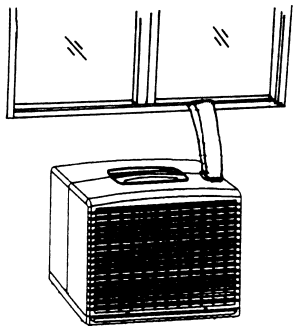
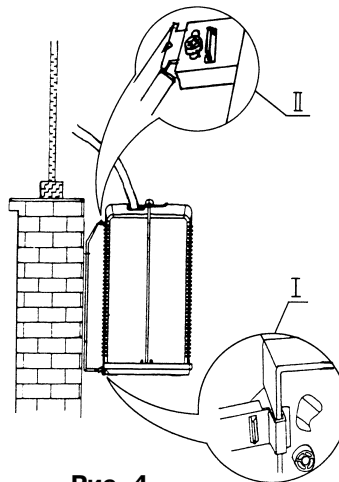

Рис. 3
Рис. 4
- (1) Откройте окно, одной или двумя руками возьмитесь за расположенную в верхней части блока рукоятку и вытащите блок из окна.
- (2) Установите нижний край наружного блока на крюки, расположенные в нижней части опорных кронштейнов (см. элемент 1 рисунка 4).
- (3) Закрепите наружный блок на опорных кронштейнах, вставив верхние крюки кронштейнов в квадратные отверстия в верхней части задней стороны блока и завинтив винт M4X8 из комплекта принадлежностей (см. элемент 2 рисунка 4).
- (4) Подергайте наружный блок в разные стороны, убедившись в его надежной установке и в отсутствии явной и скрытой угрозы его падения и нанесения вреда.
- (5) Рекомендуется использовать специальную веревку или трос, привязав один его конец к рукоятке наружного блока, а другой — закрепив на внутреннем блоке или стене.
- (6) Закройте окно (Рисунок 3) (Рисунок 4)